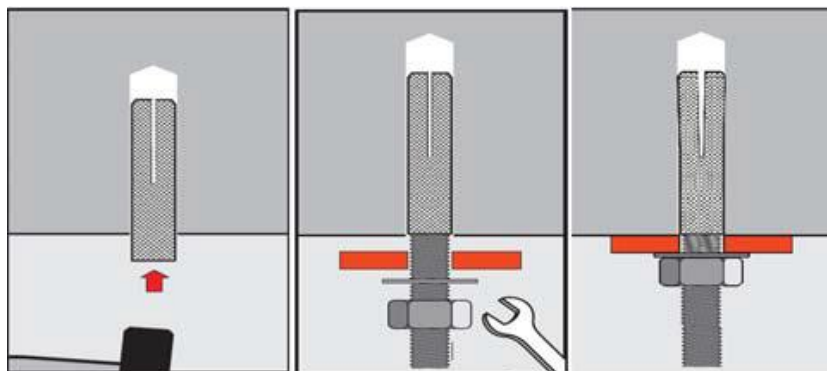

Рисунок 11– Установка разрезного анкера
- зафиксировать шпильку гайкой с шайбой кузовной (рис.11).